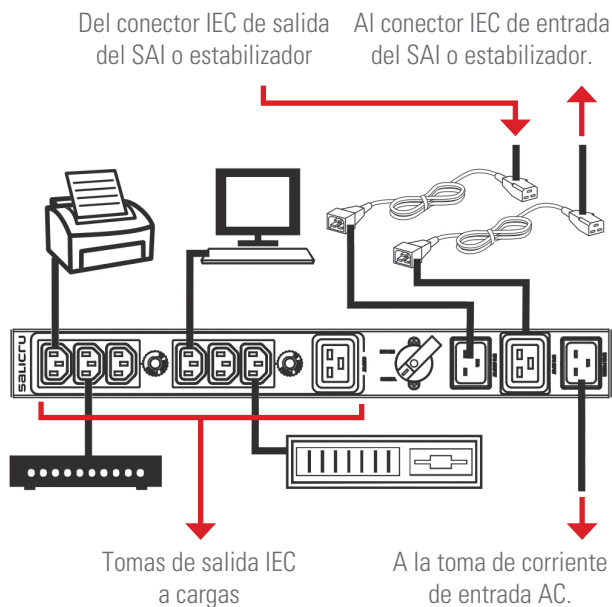

Fig. 7. Ejemplo conexasionado bypass manual de 3 kVA.
- En las ilustraciones de las Fig. 7 y/o 8 se puede ver gráficamente como conectar el bypass manual con un SAI o estabilizador y cargas, dependiendo de su potencia.